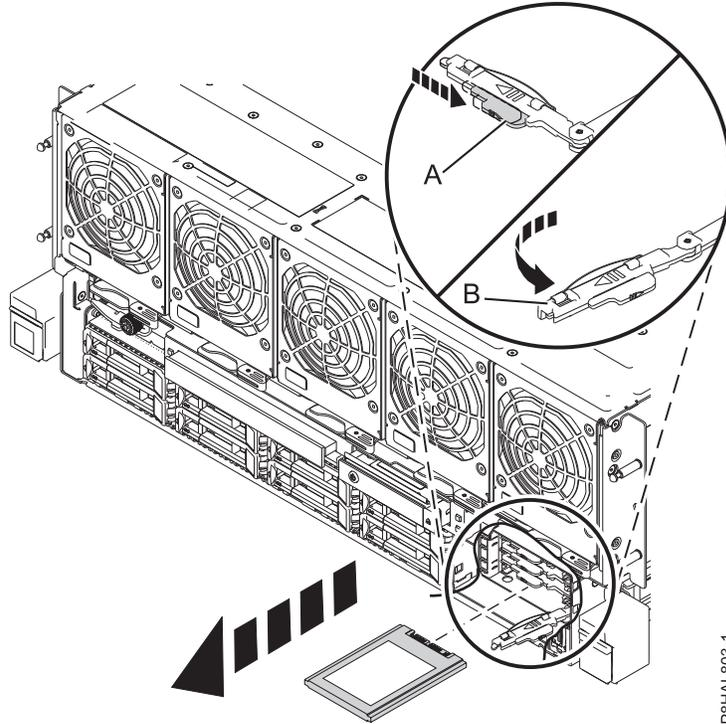

図 6. ソリッド・ステート・ドライブの取り外し
- a. 8 ページの図 6 に示すように、示されている方向にハンドル・ラッチ (A) を押し、ドライブ・ハンドル (B) を手前に引き出してドライブ・ハンドル (B) をアンロックします。ハンドルが完全に引き出されていないと、ソリッド・ステート・ドライブをスライドさせてシステムから引き出すことができません。
- c. ドライブ・ハンドル (B) をシステムの方に内側に回転させてロックします。